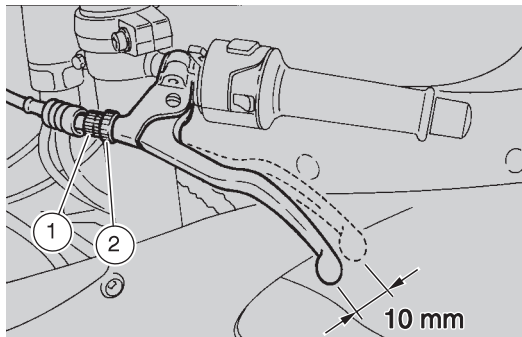

Fig. 19
Les réglages moins importants peuvent être faits à l'aide du dispositif de réglage (1-Fig.19):
- desserrer le contre-écrou (2-Fig. 19);
- visser le dispositif de réglage (1-Fig.19) jusqu'à ce que la course à vide à l'extrémité du levier de l'embrayage soit d'environ **10 mm** (voir Fig. 19).
Serrer le contre-écrou (2-Fig. 19) et contrôler le réglage.
- desserrer le contre-écrou (2-Fig. 19) et visser complètement le dispositif de réglage (1-Fig. 19);
- serrer le contre-écrou (2-Fig. 19);